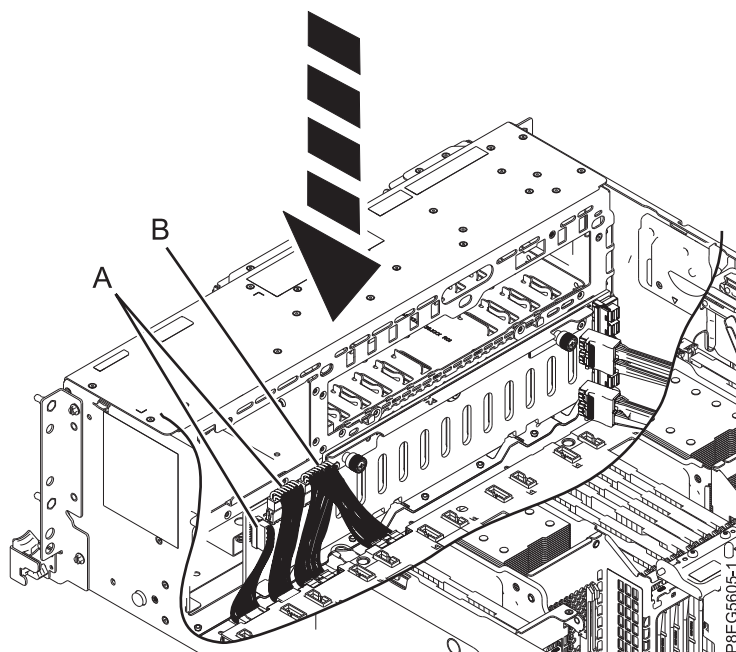

図 7. ディスク・ドライブ・バックプレーンへの電源ケーブル、信号ケーブル、およびコントロール・パネル・ケーブルの再接続
5. 11 ページの図 7 に示すように、信号ケーブルとコントロール・パネル・ケーブル **(A)**、および電源 Y ケーブル **(B)** をディスク・ドライブ・バックプレーンに再接続します。